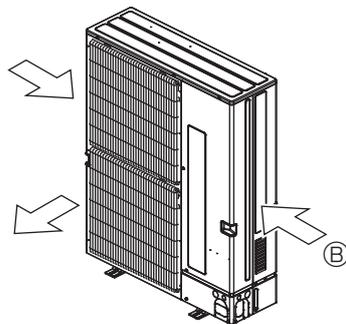

Fig. 2-17
② Құрылғыны мүмкіндігінше, ауа өткізгіш маусымдық желдің бағытына перпендикуляр соғатындай етіп қондырыңыз. (Fig. 2-17)